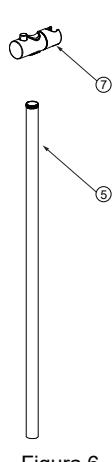

Figura 6
- a) Inserire il cursore ⑦ sulla barra montante ⑤ (Figura 6).